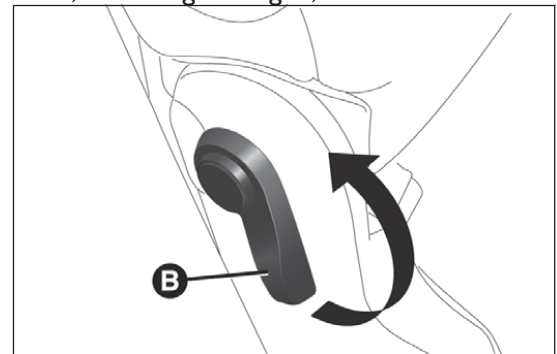
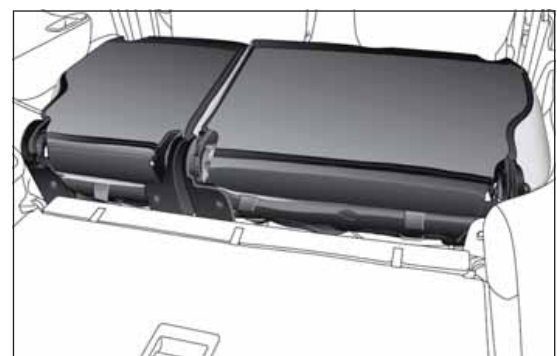

Abb. 87
Abb. 88
- Den Hebel B Abb. 87 anheben, um die Rückenlehne Umzuklappen (siehe Abb. 88).
Um die Rückenlehne wieder senkrecht zu stellen, den Hebel B Abb. 87 anheben und die Rückenlehne nach oben führen.
Um die Rückenlehne wieder senkrecht zu stellen, den Hebel B Abb. 87 anheben und die Rückenlehne nach oben führen, bis eine senkrechte Einrastung erfolgt.